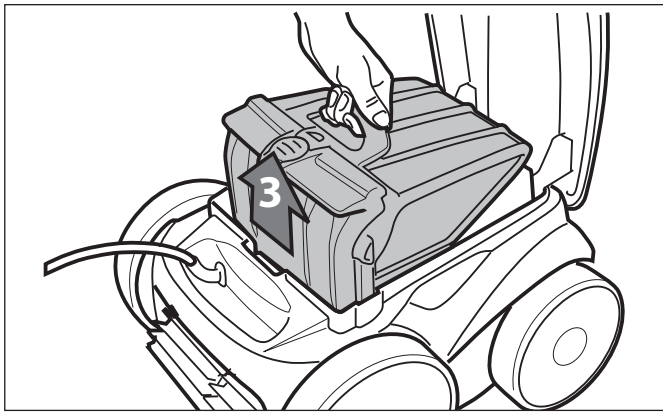

Figura 21. Remueva el ensamble del filtro
6. Retire el ensamble del filtro del cuerpo (3), como se muestra en la Figura 21.